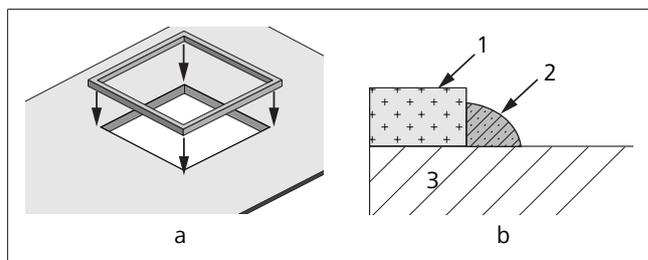
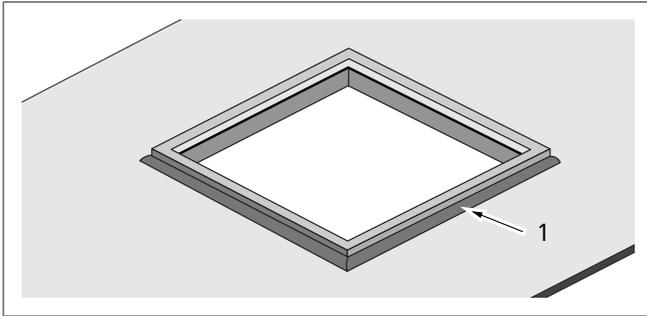

Fig. 14 CTT35_Montage du joint sur une découpe 360 x 360 (sans cadre adaptateur)
Fig. 15 Application du mastic d'étanchéité (uniquement applicable aux joints sur découpe 360x360, sans cadre adaptateur)
1. Décollez le papier de protection et collez le joint sur le toit (découpe 360 x 360). Voir Fig. 14-a et b.
3. Appliquez du mastic d'étanchéité autonivelant pour toits de véhicules de loisir autour du joint pour empêcher toute fuite. Voir Fig. 14-b et Fig. 15.